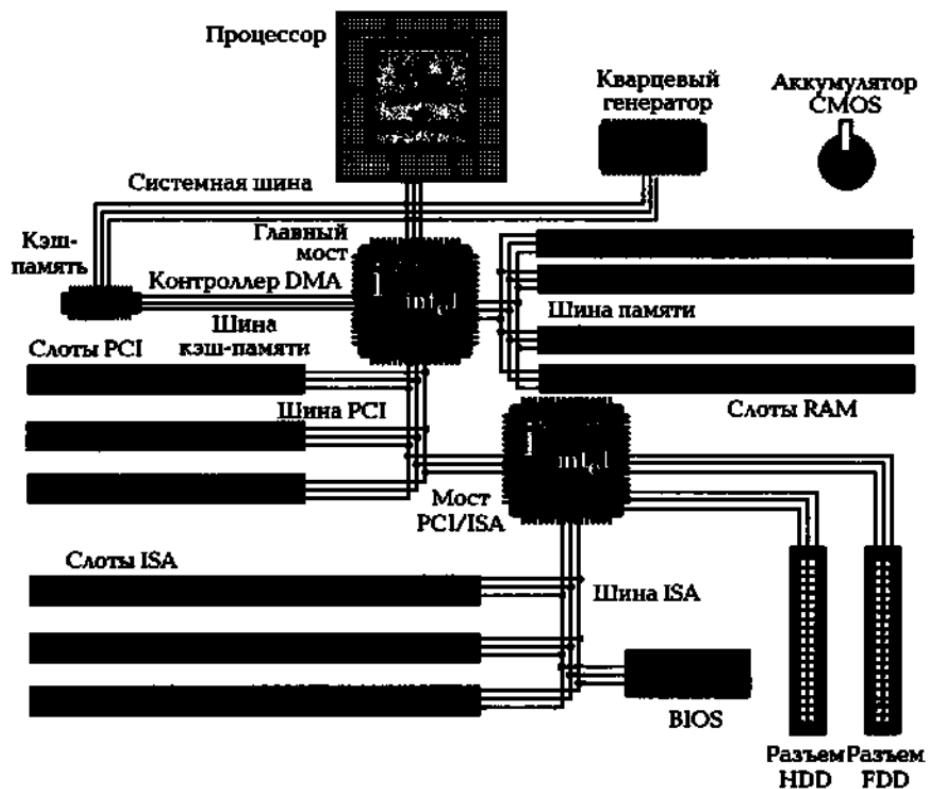

Рис. 2.4. Структура типовой материнской платы
На рис. 2.4 представлена структура типовой материнской платы:
- микросхема перепрограммируемой памяти (EEPROM), в которой хранятся программы, POST, программа загрузки операционной системы, драйверы устройств, начальные установки (CMOS Setup). На рис. 2.4 микросхема обозначена как BIOS;
Взаимодействие между компонентами и устройствами ПК, подключенными к разным шинам, осуществляется с помощью так называемых мостов, реализованных на одной из микросхем Chipset. Например, на рис. 2.4 мост для соединения шины ISA и PCI реализован в микросхеме 82371AB.